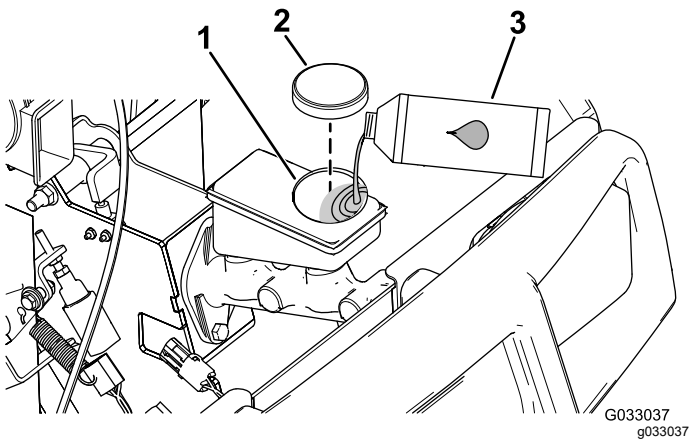

Figura 48
1. Levante el capó para acceder al cilindro del freno principal y al depósito (Figura 48).
- A. limpie la zona alrededor del tapón del depósito y retire el tapón (Figura 48).
- C. Coloque el tapón del depósito (Figura 48).